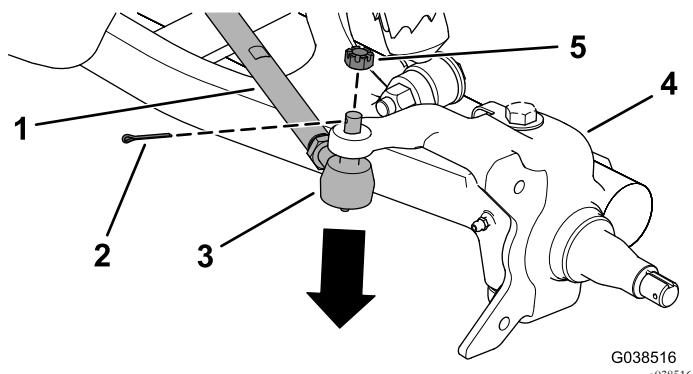

Figure 8
- Retirez la goupille fendue et l'écrou hexagonal fendu de la rotule de biellette de direction, et détachez la biellette de la fusée (Figure 8).
- Montez la biellette de direction sur la fusée à l'aide de l'écrou hexagonal fendu et de la goupille fendue (Figure 8).